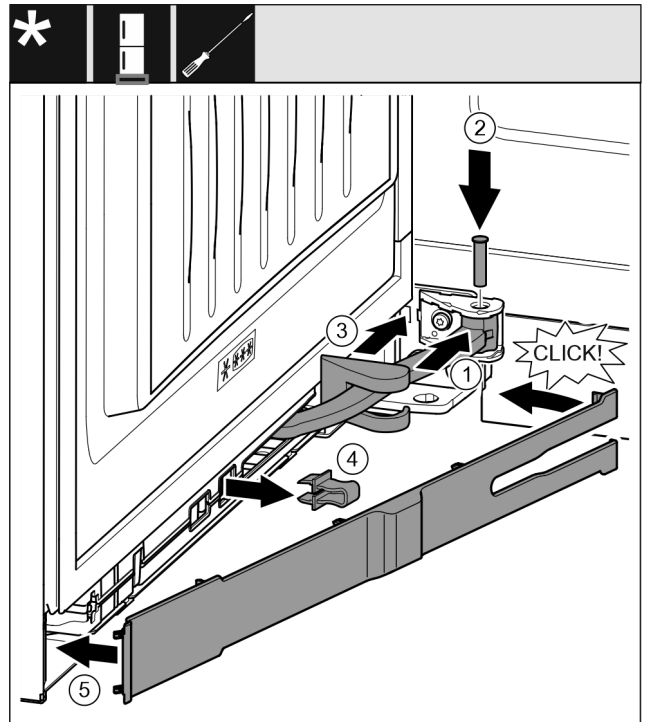

Fig. 41
- Gelenk Fig. 41 (1) in Aufhängung drehen.
- ▶ Bolzen Fig. 41 (2) mit einem Schraubendreher in Aufhängung und Gelenk einsetzen. Dabei darauf achten, dass der Rastnocken korrekt in der Nut sitzt.
- ▶ Lagerbockabdeckung Fig. 41 (3) entlang des Gelenks schieben und über der Aufhängung montieren.
- ▶ Sicherung Fig. 41 (4) abnehmen.
- ▶ Blende Fig. 41 (5) griffseitig ansetzen und einschwenken.